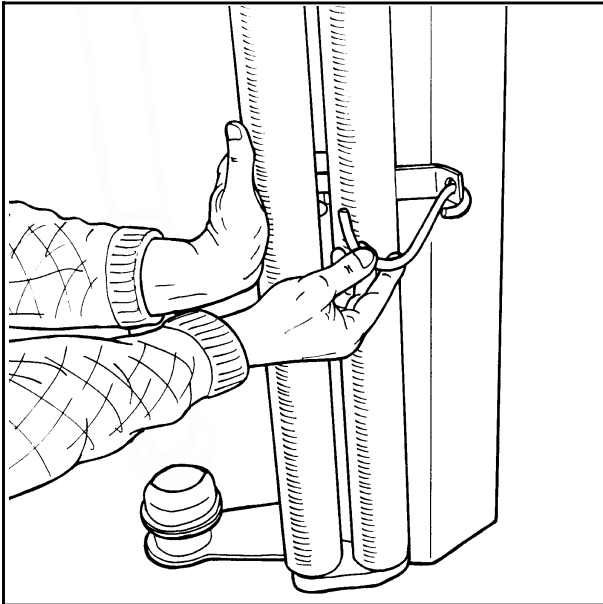

Bild 6-1
- 6.1** Zum Einlegen der Folieneinlage die Vorspannrollen zur Seite drücken. Die Rollen zu der Seite drücken und in die Raster sichern. (Sehe Abb. 6-1).